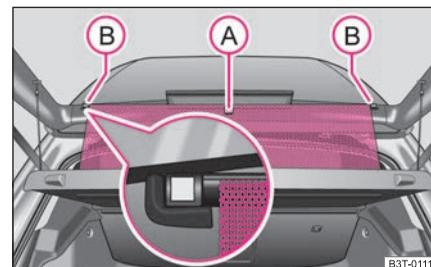

Abb. 56 Sonnenschutzrollo
- Ziehen Sie das Sonnenschutzrollo am Griff ① heraus und hängen Sie es in die Halter ② ⇒ Abb. 56.